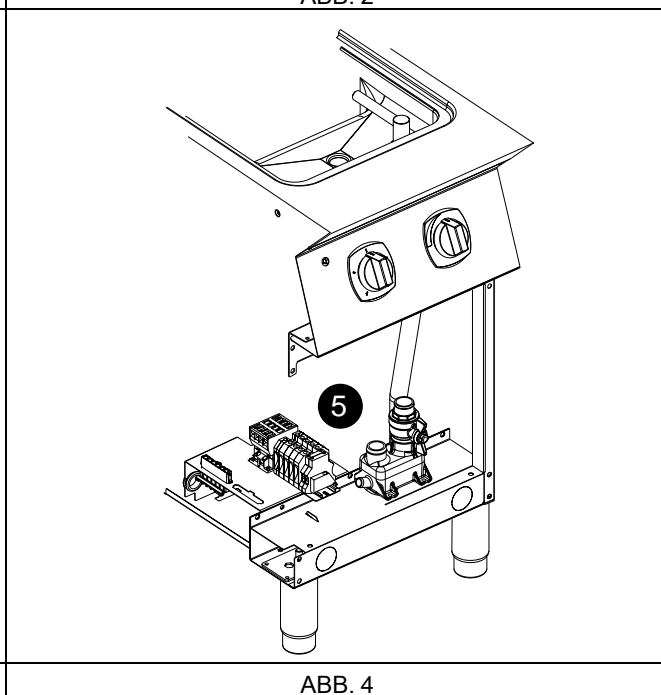

ABB. 4
3. Schließen Sie den Druckmesser "O" an (siehe ABB. 4).
5. Das Netzkabel gemäß dem beigelegten Schaltplan an die Klemmenleiste anschließen (siehe Detailzeichnung 5 – ABB. 4). Das Netzkabel durch ein Schutzrohr führen (soweit eingebaut) und mit dem vorgesehenen Kabelhalter am Rohreingang befestigen.